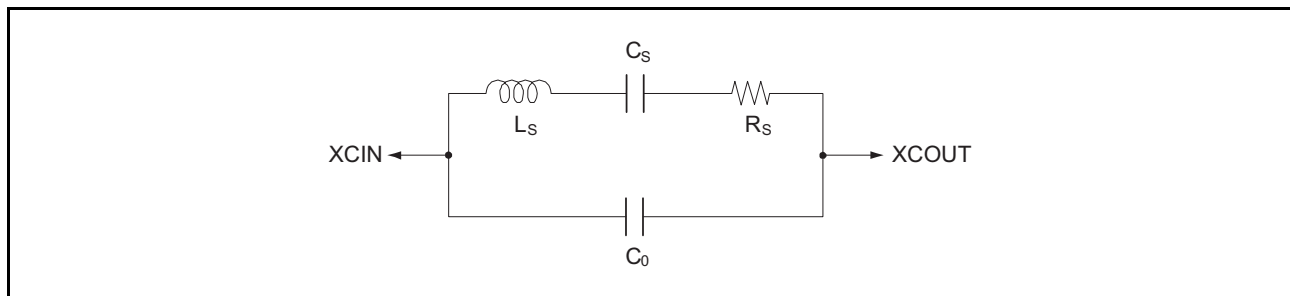

图 8.6 32.768kHz 晶体谐振器的等效电路
32.768kHz 晶体谐振器的等效电路如图 8.6 所示。